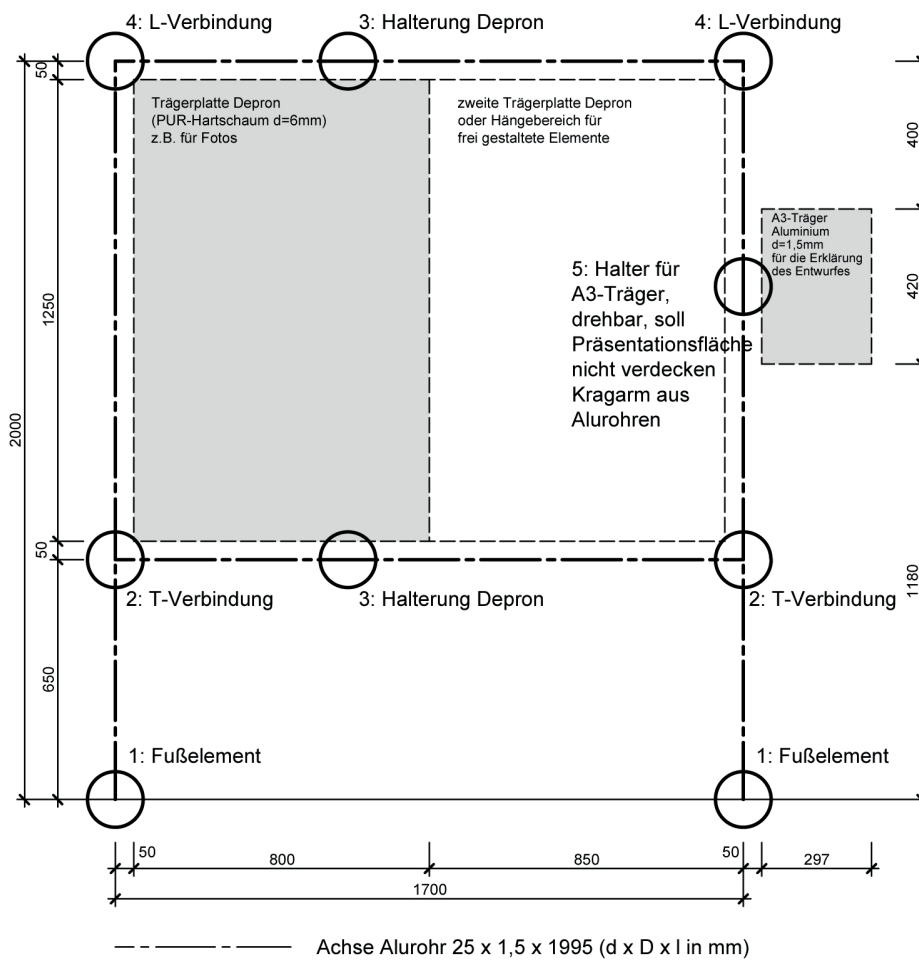

Abb. 2: Prinzipskizze Medienträger – M 1:20, Grafik RH
- » Für die Herstellung des Medienträgers sind die *fünf* in der Prinzipskizze (Abb. 2) dargestellten Verbindungselemente mit einem CAD-System zu konstruieren und mit einem kompletten Plansatz zu dokumentieren.